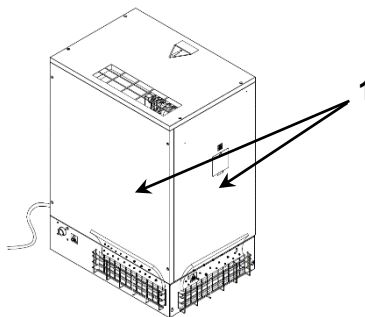

FIG. 17A
- Nettoyer le panneau filtrant Réf. 1 Fig. 17A avec un jet d'air laver avec de l'eau, **ne pas utiliser de solvants.**